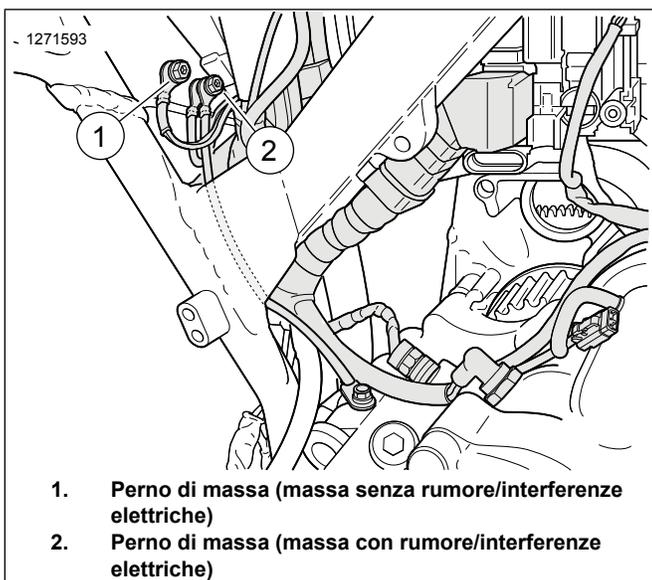

Figura 42. Posizione dei perni di massa della scatola della batteria
Vedere Figura 42 Disporre e collegare il filo di massa dell'ATM al perno di massa pulito (1). Serrare.